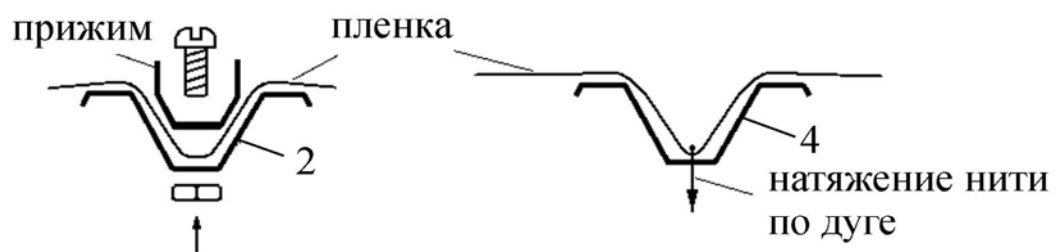

Рис.8 Крепление плёнки прижимами и нитью
1. Детали продольных элементов (№2) однотипны, но в 8 деталях(№2н) сделаны дополнительные отверстия для прижимов (см. рис.8). Из этих деталей собираются нижние продольные элементы, которые устанавливаются на стыках дуги (№4) и удлинителей (№1).
3. Верх тоннеля накройте плёнкой и закрепите её по крайним дугам теми же нитями с крючками, выровняйте все куски плёнки и установите по крайним дугам дугообразные прижимы (см. рис.8). Прижимы по средним дугам устанавливаются, если верх покрывается двумя полосами плёнки.